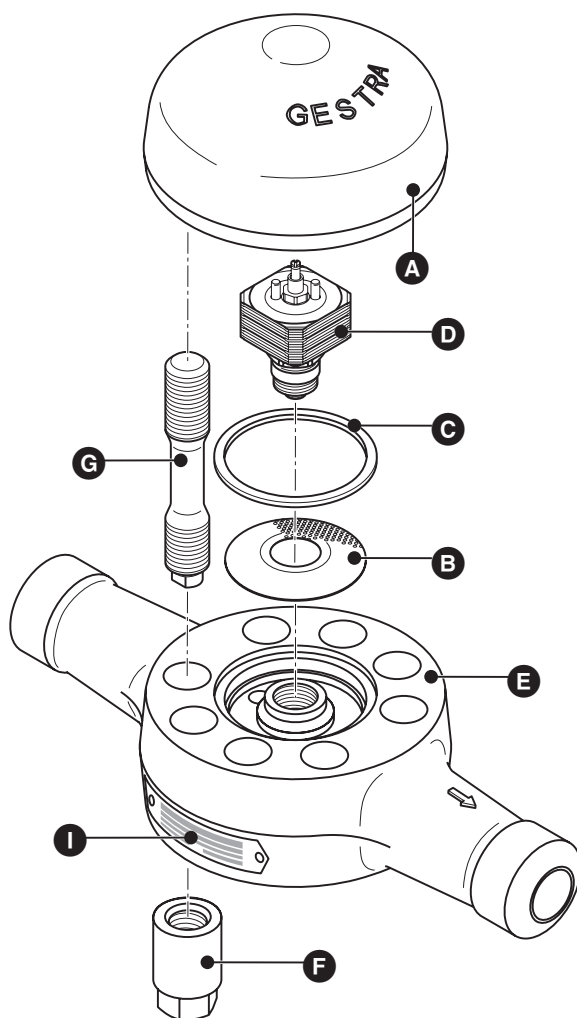
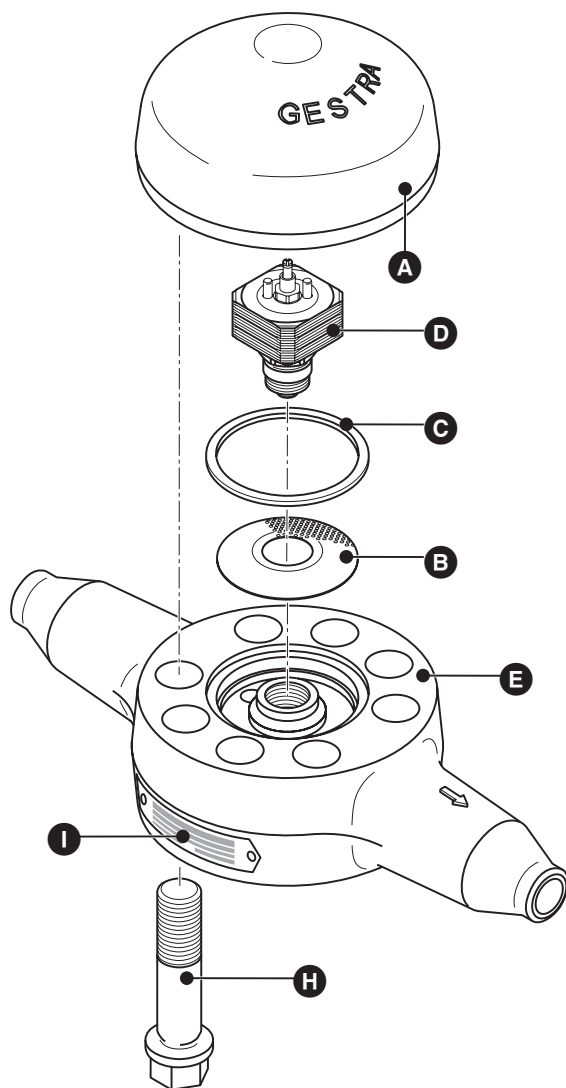

Fig. 2
Fig. 3
1. Démontez le capot **A** du corps **E**. **Fig. 2, Fig. 3**